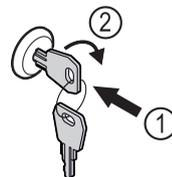

Fig. 206
- ▶ Schlüssel hineindrücken. Fig. 206 (1)
- ▶ Schlüssel um 90° im Uhrzeigersinn drehen. Fig. 206 (2)